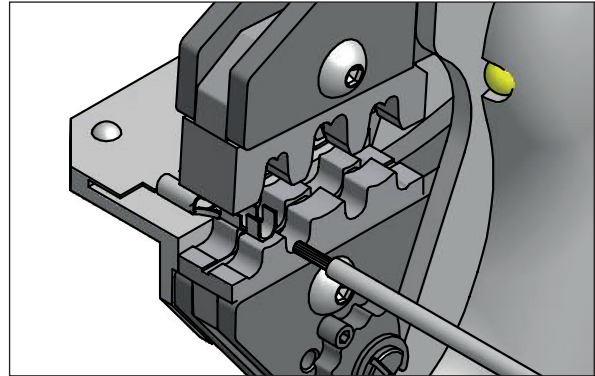

Abbildung 11
8.3.2 Crimpeinsätze für unisolierte offene Steckverbinder, D-Sub-Stecker (Bild 11)